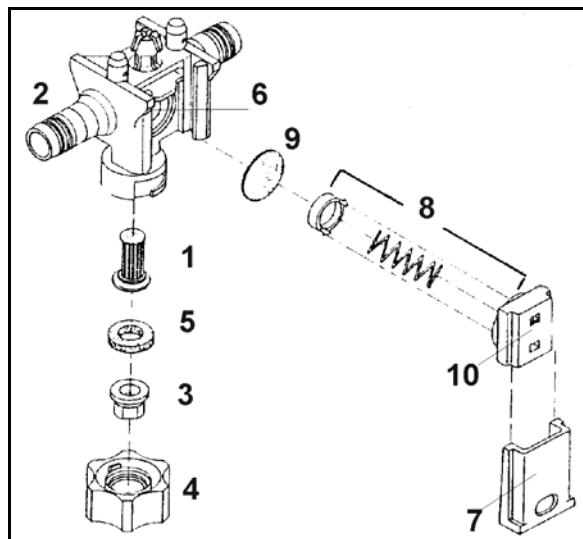

Рис. 197
Проверяйте время от времени положение заслонки (Рис. 197/7).
- Для этого вдвиньте заслонку в корпус форсунки (Рис. 197/2) настолько, насколько это возможно с умеренным усилием большим пальцем руки.
1. Вставьте фильтр (Рис. 197/1) снизу в корпус форсунки (Рис. 197/2).
2. Вложите форсунку (Рис. 197/3) в байонетную гайку (Рис. 197/4)
3. Вложите резиновое уплотнение (Рис. 197/5) поверх форсунки.
Отложения на гнезде мембранны (Рис. 197/6) являются причиной **подтекания** форсунок после отключения штанги. В этом случае очистите соответствующую мембрану следующим образом:
1. Вытяните заслонку (Рис. 197/7) из корпуса форсунки (Рис. 197/2) в направлении байонетной гайки.
2. Выньте пружинный элемент (Рис. 197/8) и мембрану (Рис. 197/9).
3. Очистите гнездо мембранны (Рис. 197/6).
Следите за правильным направлением пружинного элемента. Осажденные слева и справа, возвышающиеся края на корпусе пружинного элемента (Рис. 197/10) при установке должны подниматься в направлении профиля штанги.